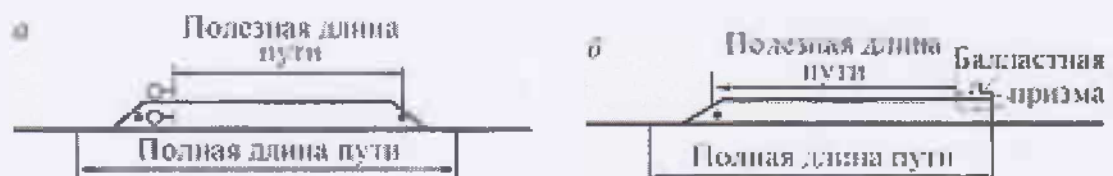

Рис. 9.6. Полная и полезная длина сквозного (а) и тупикового (б) путей
**Полезной длиной** станционного пути считается та часть его длины, на которой можно установить подвижной состав, не нарушая безопасности движения по соседним путям (рис. 9.6).